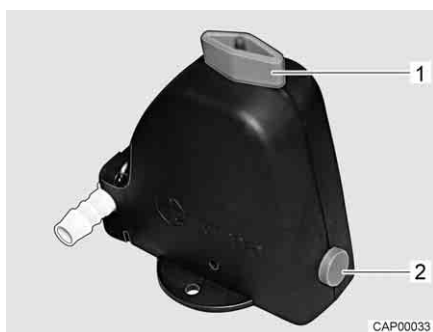

Fig. 244 Válvula de seguridad/purga (Truma)
- Cerrar la válvula de seguridad/purga (Truma). Para ello, girar el botón giratorio (Fig. 244,1) a la posición transversal en referencia a la válvula de seguridad/purga y hundir el botón (Fig. 244,2). A temperaturas inferiores a 6 °C, la válvula de seguridad/purga no se deja cerrar. Por ello, conectar la calefacción del habitáculo y esperar hasta que la temperatura en la válvula de seguridad/purga sea superior a 6 °C.